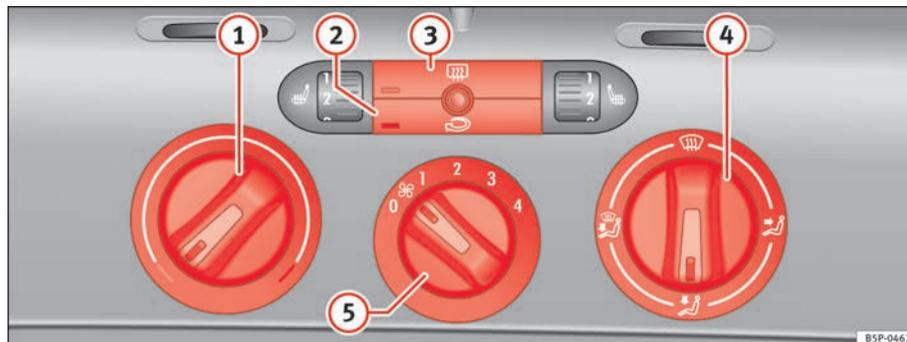

Fig. 127 Sur le tableau de bord : éléments de commande du chauffage
- Les régulateurs ⇒ fig. 127 ① et ④ et la commande ⑤ permettent de régler la température, la répartition de l'air et la vitesse de la turbine.
- Appuyez sur la touche ② ou sur la touche ③ pour activer ou désactiver la fonction correspondante. Quand la fonction est active, le rectangle situé sur le coin inférieur gauche de la touche s'allume.